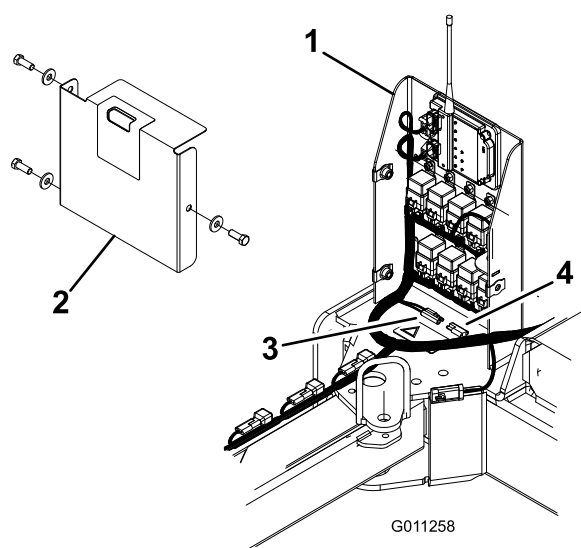

図 35
- ・ 電気ボックスの中にある橙色と赤色の電気コードについているコネクタのキャップを取る（図 35）。
- ・ カバーを電気ボックスに固定しているねじ（3本）とワッシャをはずして、カバーを外す（図 35）。